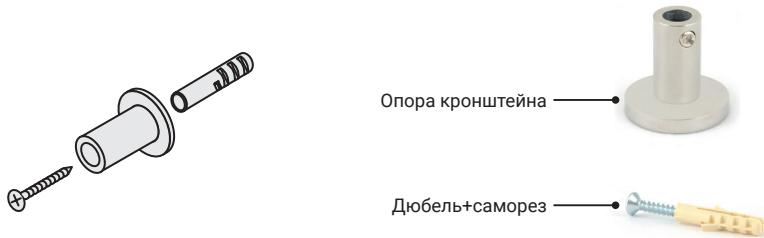

Рис.3
4.1.5. В полученных метках (п. 4.1.4.) сделать отверстия диаметром **6 мм** и произвести монтаж телескопических кронштейнов (рис. 3) с помощью саморезов и дюбелей.